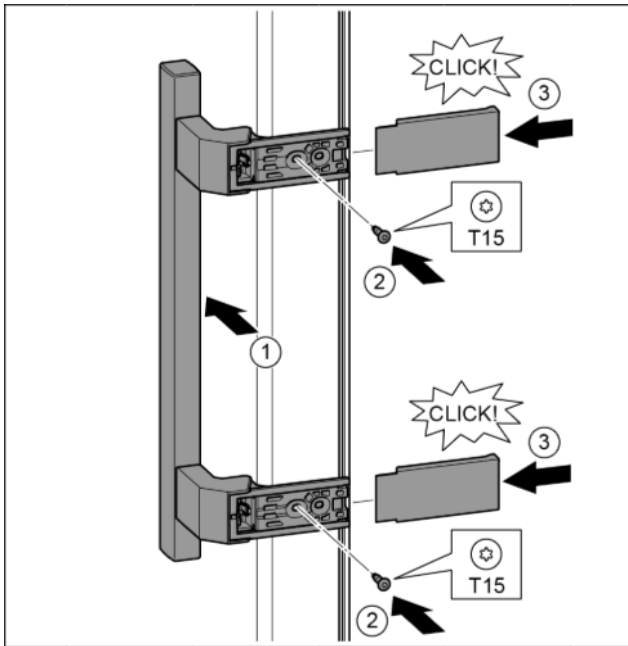

Fig. 35
- ▶ Nasad'te madlo na protilehlé straně. Fig. 35 (1)
- ▶ Šroubovákem T15 pevně utáhněte šrouby. Fig. 35 (2)
- ▶ Kryty bočně nasad'te a nasuňte. Fig. 35 (3)